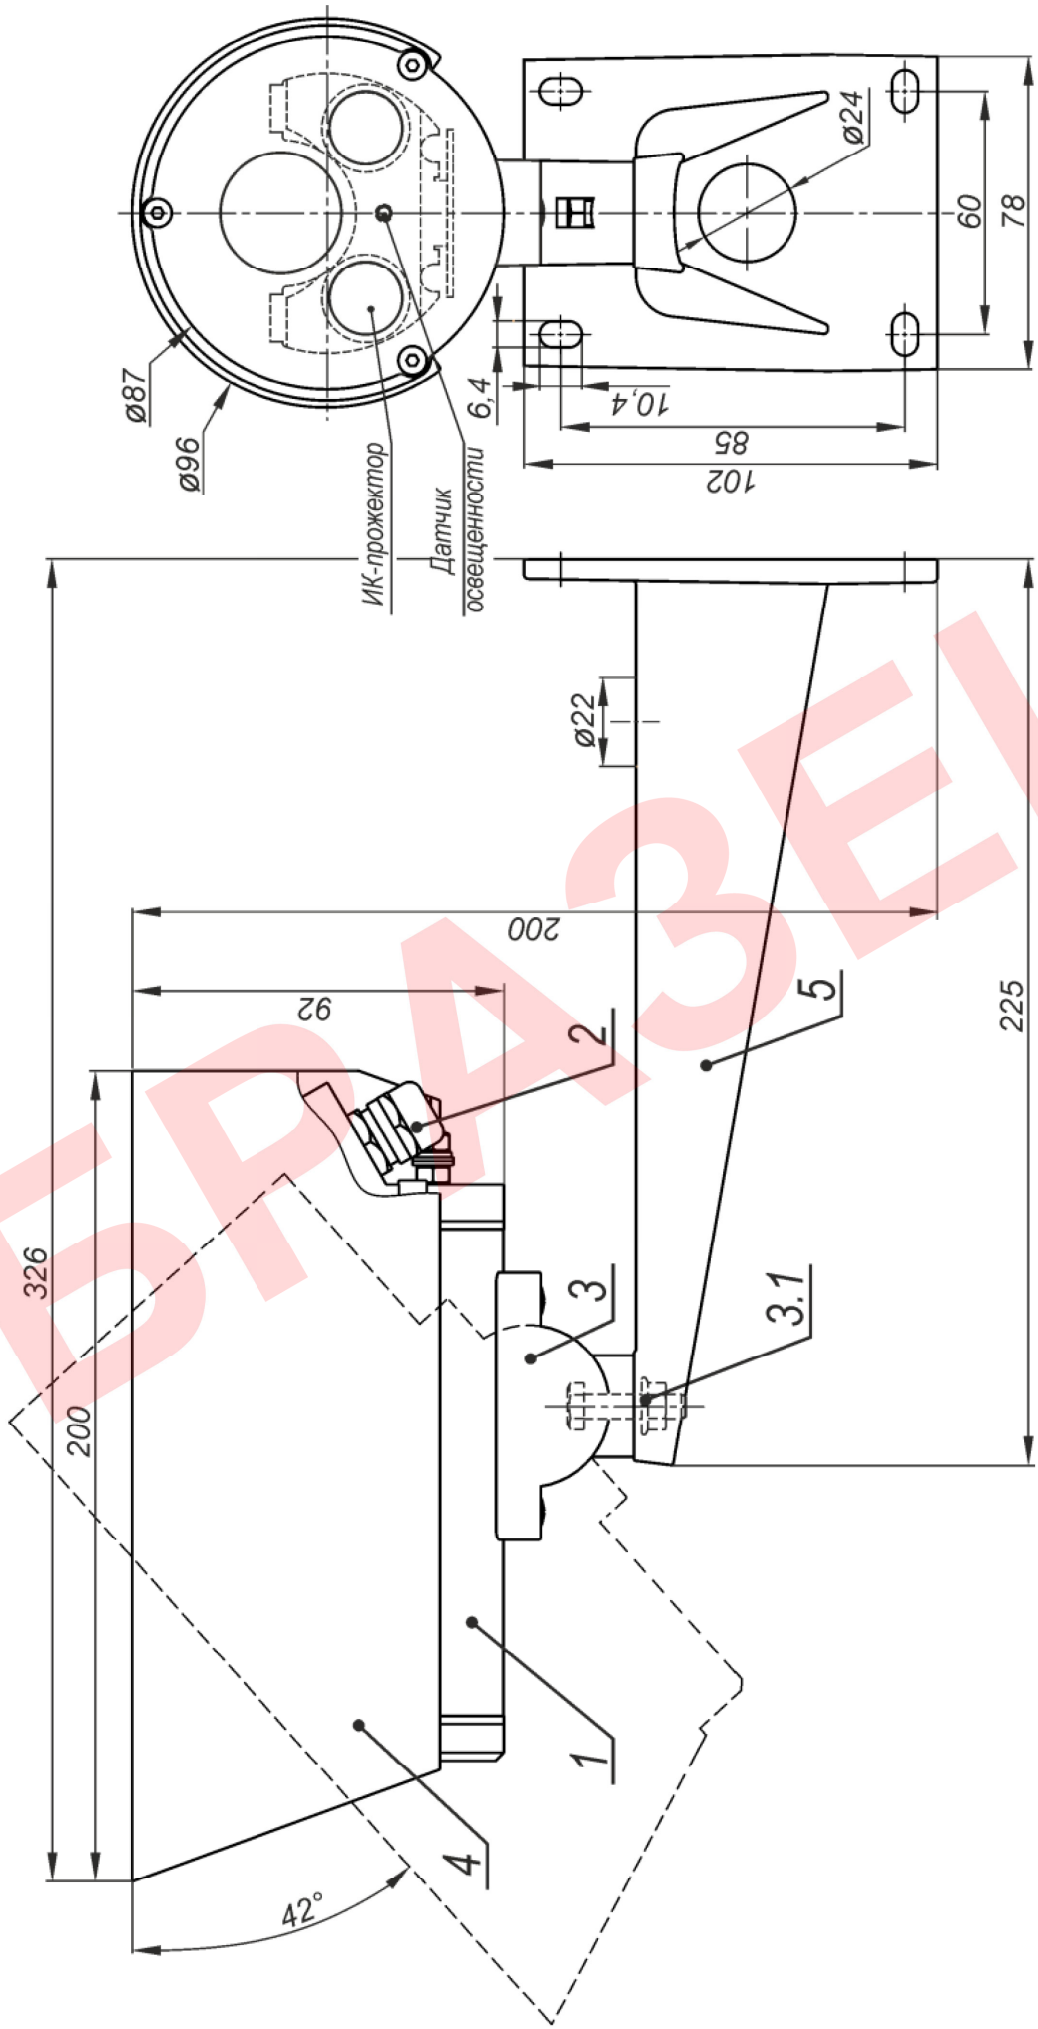

Рисунок 1 – Состав, габаритные и установочные размеры
В состав изделия входят (см. рисунок 1):
1. Установить кронштейн 5 (рисунок 1) на штатное место, закрепить на нём термокожух с видеокамерой 1.
6. Ослабив гайку болта фиксации шарнира 3.1 (рисунок 1), установить видеокамеру на нужное направление обзора, после чего надёжно зафиксировать шарнир, затянув гайку.